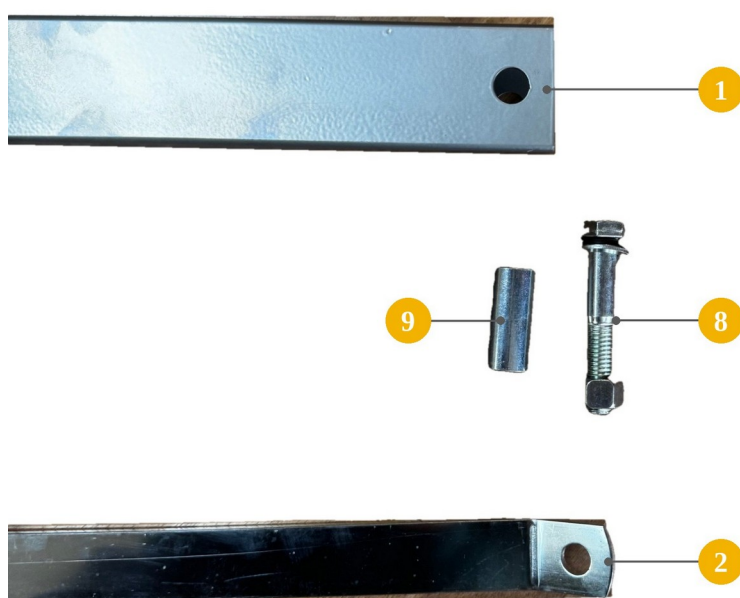

FIG. 5 — Assemblage de la flèche et du tirant
- 7) Assemblez l'extrémité libre du tirant à l'extrémité de la flèche (Fig. 5) : la douille entretoise (9) étant déjà en place, passez le boulon (8) à travers la flèche, la douille et l'œillet du tirant, puis serrez l'écrou.